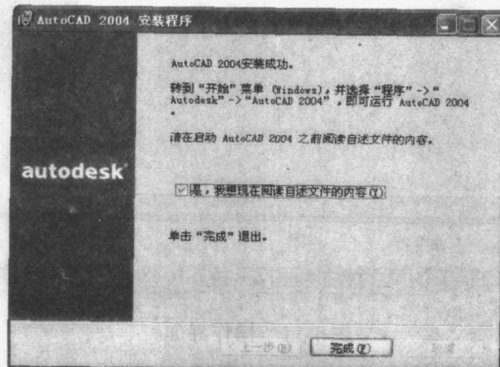

图 1-10 安装成功
13. 完成了上述安装步骤后, 安装程序提示用户结束安装, 并打开“自述”文件, 如图 1-10 所示。如果此时不想查看“自述”文件, 可清除“自述”对话框中的复选框。单击“完成”按钮即可结束安装。